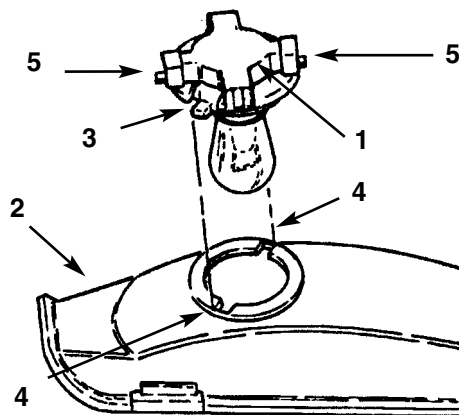

Fig. 19
3. Girate il portalamпада di 1/4 di giro in senso antiorario, e toglietelo dal riflettore (Fig. 19).
2. Il portalamпада è provvisto di due guide (Fig. 19). Allineate le alette con le guide nel riflettore, inserite il portalamпада nel riflettore e giratelo di 1/4 di giro in senso orario, fin quando non si ferma.